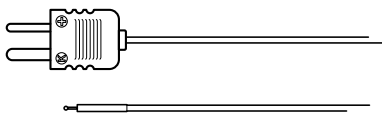

Рисунок 5.3 Термопара типа К, входящая в комплект поставки
2. Подключите миниатюрный штекер (см. **рис. 5.3**) термопары типа К к разъему в верхнем отсеке.